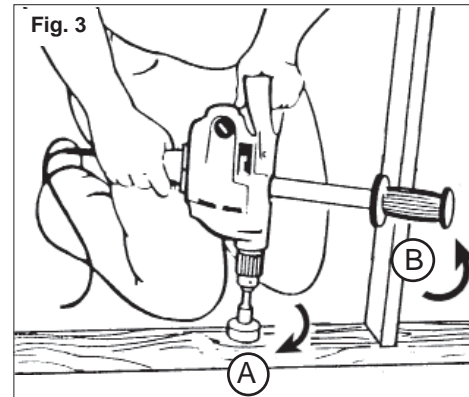

Fig. 3
Si le foret reste coincé, la perceuse va brutalement réagir dans le sens opposé à la rotation. La figure 3 montre le sens de la réaction (B) lorsque le foret tourne en sens horaire (A). L'utilisateur devrait réduire les risques d'un mouvement de recul en suivant les instructions énumérées ci-dessous. L'opérateur doit également parer à l'éventualité d'une réaction soudaine en s'assurant de tenir